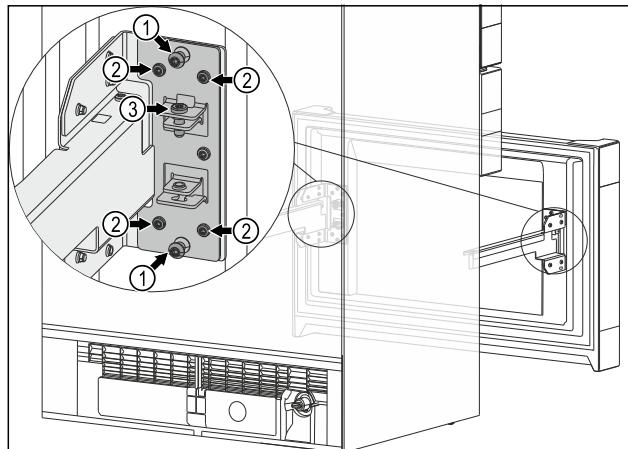

Fig. 13
- Викрутіть обидва центральні гвинти Fig. 13 (1).
- Ослабте всі чотири гвинти Fig. 13 (2).
- Досягнуто кінцевого положення висувного візка: Затягніть усі чотири гвинти Fig. 13 (2).
- Центральні гвинти Fig. 13 (1) більше не знадобляться.